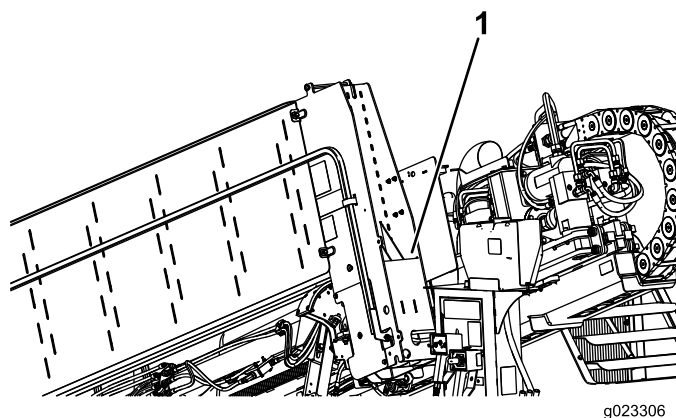

Figura 100
7. Guarde a trava do cilindro ao lado do reservatório de anticongelante (Figura 100).